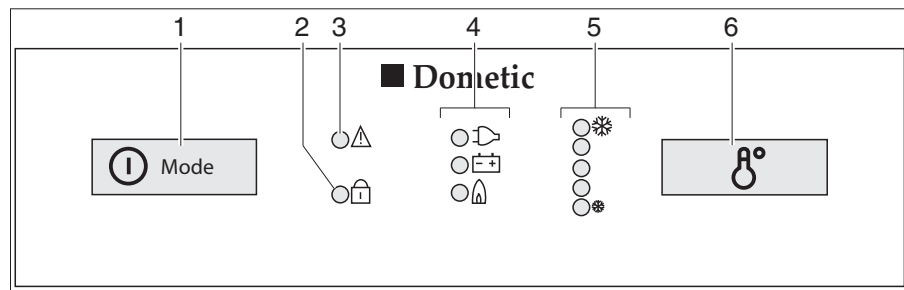

Bild 269 Reglage, knappar för kylskåpet (Dometic 8-serie med MES)
- Tryck på strömbrytaren/energiväljaren (Bild 269,1) i två sekunder för att starta apparaten. Lysdiod för senast valda driftläge tänds.
- Tryck eventuellt in strömbrytaren/energiväljaren (Bild 269,1) flera gånger tills driftindikatorn gas "🔥" tänds. Nu är gastillförseln öppen. Tändning sker automatiskt. Ett tickande ljud hörs tills tändningsproceduren är klar.
- Ställ in kyltemperaturen med brytaren för temperaturinställning (Bild 269,6).
- Tryck eventuellt in strömbrytaren/energiväljaren (Bild 269,1) flera gånger tills driftindikatorn 230 V " tänds.
- Tryck eventuellt in strömbrytaren/energiväljaren (Bild 269,1) flera gånger tills driftindikatorn 12 V " tänds.